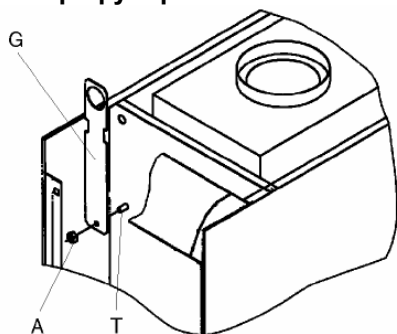

рис. 2.6
- отвернуть гайку (А) на передней панели (рис. 2.6);
- установить скобу (G) на винт (Т) и закрепить гайкой (А) (рис. 2.6)